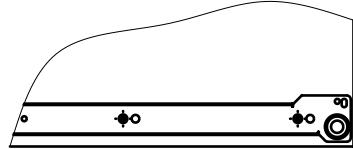

Рис.3
- При помощи винтов M5x10,5 установить направляющие на детали 1 и 2. **Внимание:** данные направляющие закрепляются во вторые (большие) отверстия (Рис. 3). Установите полозки направляющих на деталь 7.